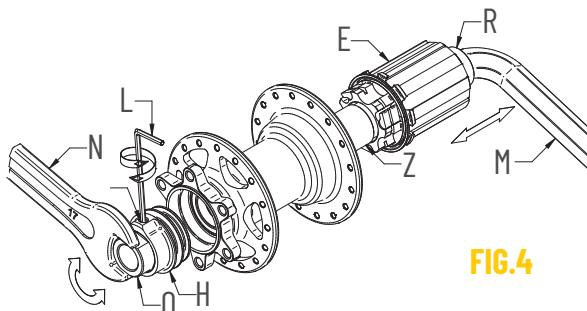
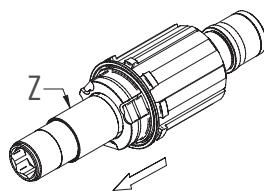

FIG. 4
FIG. 5
- Inserite una chiave a brugola da 12 (M) sul lato destro del mozzo (Fig. 4).
- Con l'ausilio di una chiave tradizionale (N), svitate lo scontro (0). Sfilate il perno del mozzo posteriore con il corpo ruota libera (E). Se necessario, a questo punto potete:
- Sostituire i cuscinetti (S) del corpo mozzo.
- Sfilare dal perno il corpo ruota libera con il relativo distanziale (Z) e procedere alla pulizia dei cricchetti. **Attenzione: i cuscinetti del corpo ruota libera NON sono sostituibili.**
- Terminata la manutenzione, infilate il corpo ruota libera con il relativo distanziale (Z) nel perno (Fig. 5).
- Inserite il perno nel corpo del mozzo facendo molta attenzione al corretto posizionamento dei cricchetti (Fig. 4).